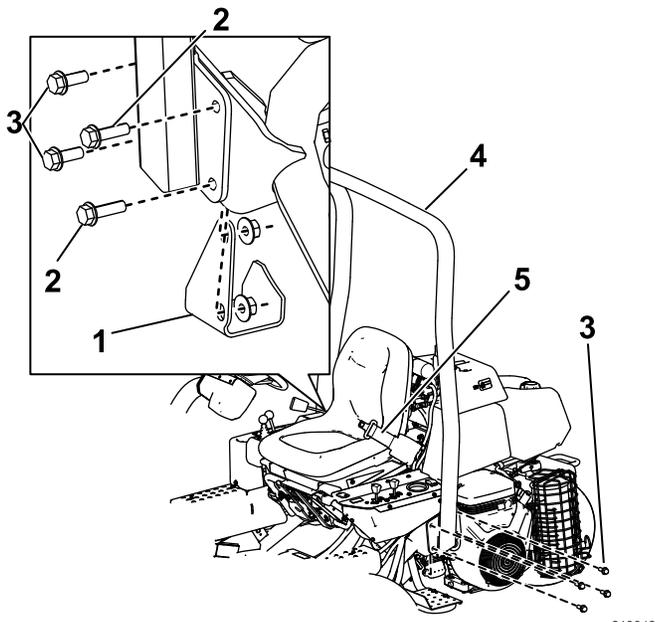

Figure 6
2. Abaissez l'arceau de sécurité (Figure 6) sur les supports de montage en alignant les trous de fixation.
3. Fixez le côté gauche de l'arceau de sécurité au support de montage avec 4 boulons (1/2 x 1½ po) et contre-écrous (Figure 6).
support de fixation au moyen de 2 boulons (1/2 x 1½ po), 2 boulons (1/2 x 1¾ po) et des contre-écrous, comme montré à la Figure 6.